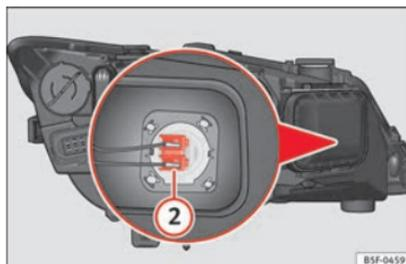

Fig. 211 Lámpara de luz de carretera.
- Presione lateralmente el conector » **fig. 211 ②** a la izquierda o derecha y tire.